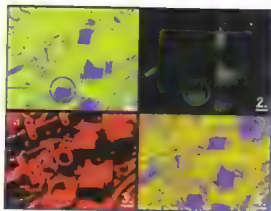

**Figura 5.**
- Manchas (nº1 figura 5): este efecto crea una especie de difuminado arrastrando los colores. Es un efecto muy vistoso que cuenta con los parámetros longitud, área resaltada e intensidad.
- Película granulada (nº2 figura 5): crea como su propio nombre indica granos en la imagen. Tiene tres parámetros que lo configuran, el primero es granulado (cantidad de grano que añadimos), área resaltada (cuanto mayor sea el área menor definición de grano) e intensidad (obviamente marca la intensidad del grano). En el ejemplo usamos granulado=12, área=3 e intensidad=7.
- Pincel seco (nº3 figura 5): el efecto que consigue es muy similar al que comentamos con el filtro Fresco pero esta vez en vez de tener el brillo característico de un fresco, las pinceladas son más secas y es ideal para bodegones o cuadros de paisajes áridos como montañas o llanos.
- Pintar debajo (nº4 figura 5): este filtro es algo más